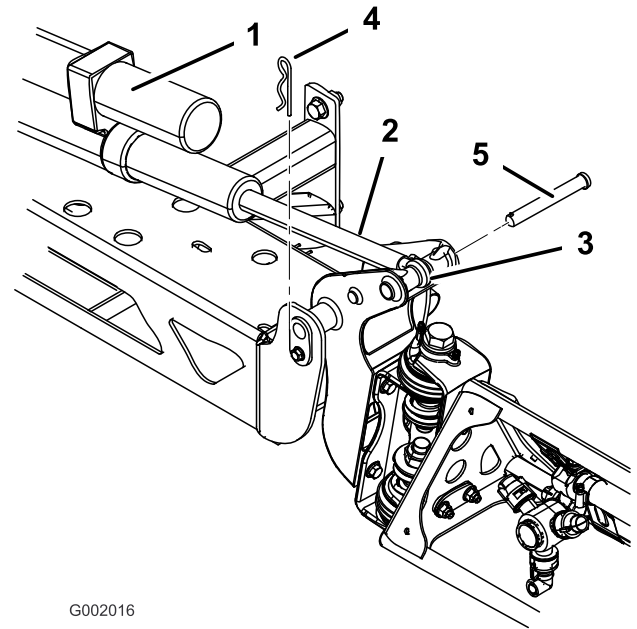

Figura 44
2. Retire o contrapino do pino de articulação (Figura 44).
3. Levante a rampa e retire o pino (Figura 44). Faça descer lentamente a rampa até ao solo.
6. Levante a rampa para alinhar a articulação com a barra do accionador. Enquanto segura na rampa, insira o pino através tanto da articulação da rampa como da barra do accionador (Figura 44).